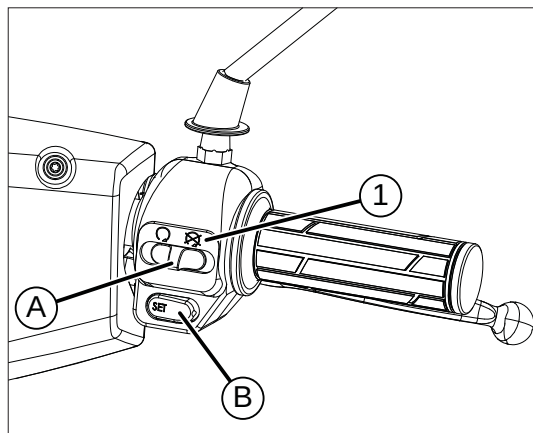

fig. 2
1. desplace la maneta A fig. 2 en la posición 1 dejando la llave de arranque en posición ON;